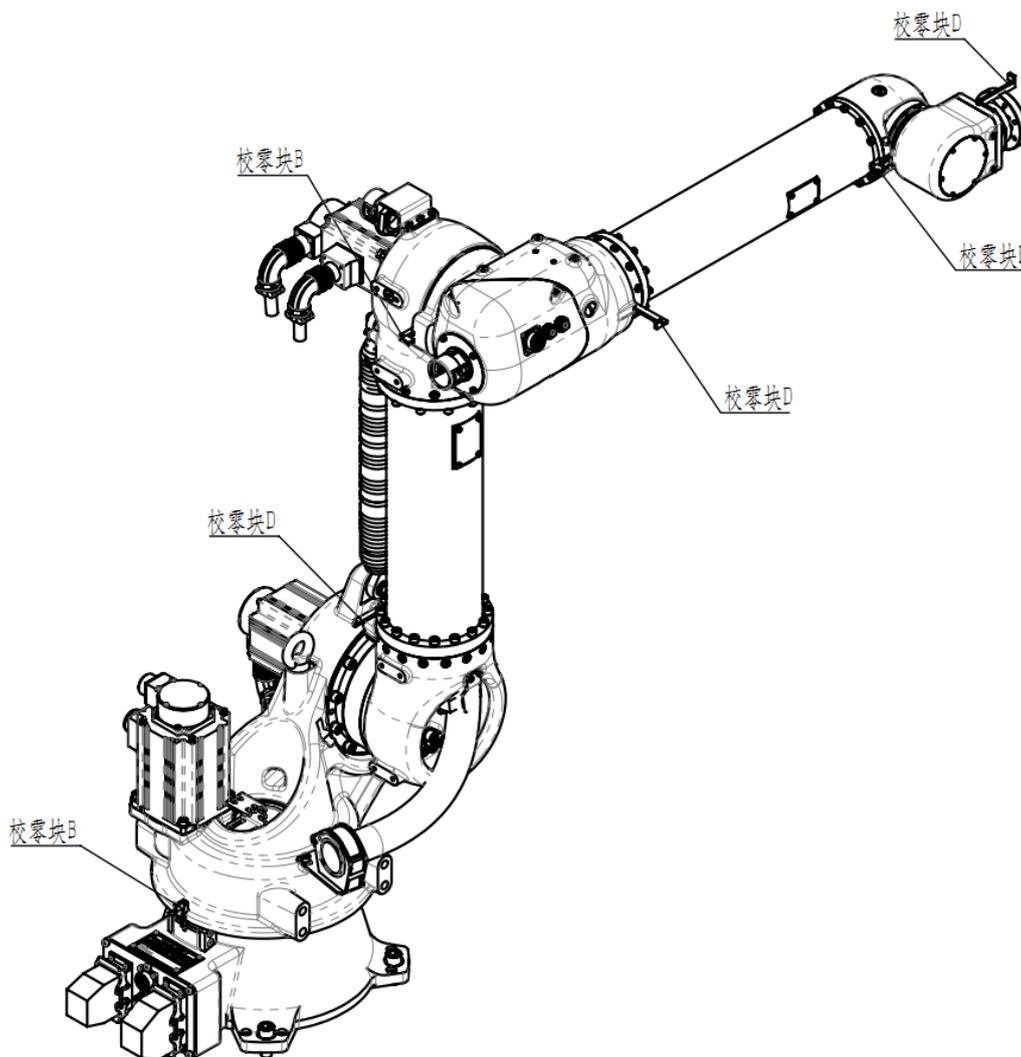

图 3.3 校零图
*1 各轴同步带对位置见图 3.3
机器人在出厂前，已经做好机械零点校对，当机器人因故障丢失零点位置，需要对机器人重新进行机械零点的校对。HSR-BR625-1900 机器人标准品零点校对参照图 3.3。